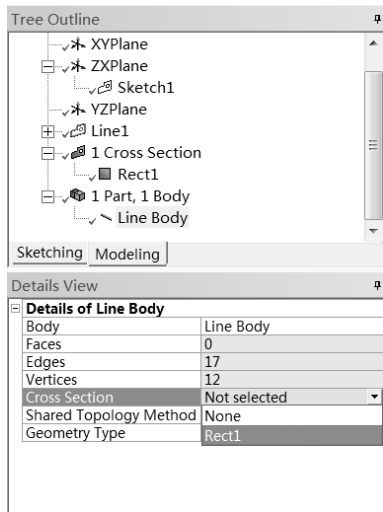

图 2-108 赋截面特性
Step12 :选择 Line Body 命令 ,如图 2-108 所示 ,在 Details View 面板的 Cross Section 栏中选择 Rect1 选项。